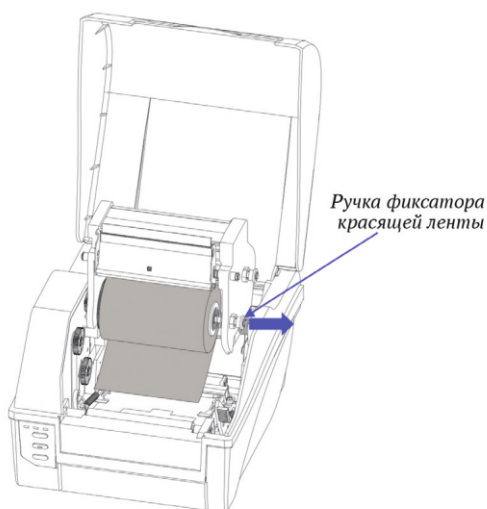

Рисунок 2-7 Загрузка рулона ленты
5. Потяните ручку фиксатора отсека подачи ленты наружу и поместите рулон ленты в отсек подачи ленты, совместив его концы с левым креплением лентоприемника и правым фиксатором, с которым соединена ручка фиксатора. Отпустите ручку, чтобы зафиксировать рулон ленты в отсеке подачи ленты, см. рис. 2-7.